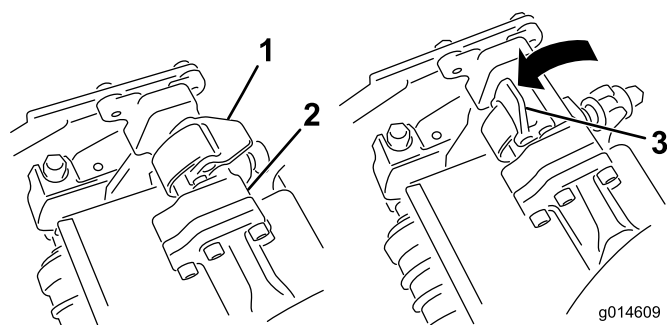
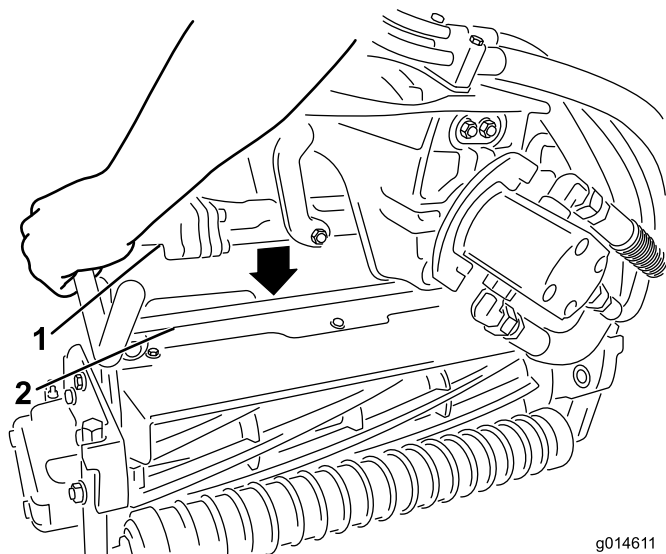

Figura 13
Figura 14
9. Com os fechos na barra do braço de suspensão a apontar para cima (i.e., abertos) (Figura 13), empurre o braço de suspensão para baixo de forma a que a barra passe pela barra através da parte superior da unidade de corte (Figura 14).
10. Feche os fechos para baixo e em redor da barra da unidade de corte e bloqueie-os no sítio (Figura 13).